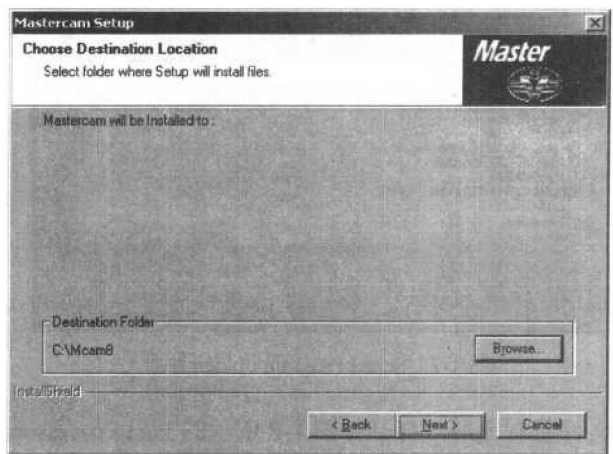

图 1-5 Choose Destination Location 安装界面
(6) 选定系统单位后单击 Next 按钮, 打开如图 1-5 所示的 Choose Destination Location 安装界面。该界面用来设置系统文件安装的目录, 可以采用系统给出的默认目录, 也可以通过单击 Browse 按钮设置安装目录。